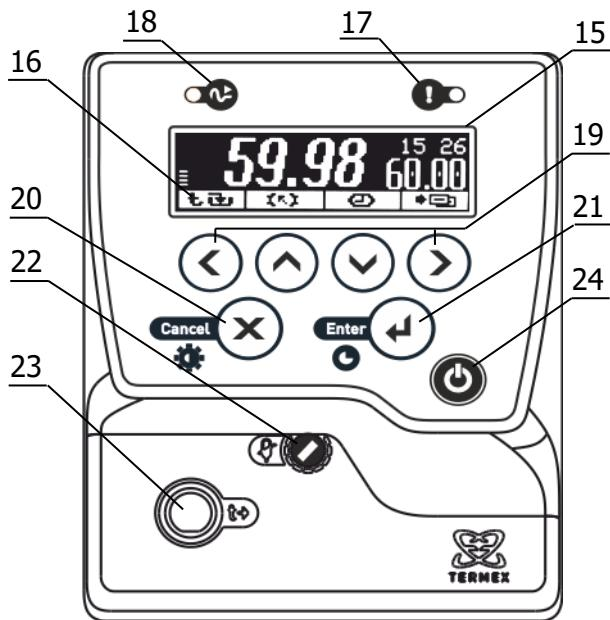

Рисунок 2 – Лицевая панель
Система безопасности блоков регулирования отключает двигатель насоса и нагреватель при срабатывании хотя бы одной из защит или неисправности датчика температуры (1.2.13). При срабатывании системы безопасности раздается звуковой сигнал, загорается индикатор 17 (рисунок 2) и на дисплей 15 выводится информация о причине неисправности.
2.3.1 После подключения сетевого кабеля к электрической сети блок регулирования переходит в режим ожидания. Подключение сопровождается кратковременной подсветкой дисплея 15 (рисунок 2).
2.3.6 Для регулировки яркости подсветки или контраста дисплея нажать кнопку 20 (X), выбрать изменяемый параметр кнопками (▲) и (▼) и установить его значение кнопками (◀) и (▶). Зафиксировать изменение нажатием кнопки 21 (↔) (рисунок 2).
2.7.6 Для выбора уставки в качестве текущей кнопками (▲) и (▼) подвести к ней указатель. Значение отмеченной указателем уставки дублируется крупными цифрами в правой части дисплея. Для подтверждения выбора отмеченной уставки нажать кнопку 21 (↔). Для отмены выбора нажать кнопку 20 (✗) (рисунок 2).
2.7.7 Для изменения численного значения отмеченной указателем уставки нажать кнопку (▶). На рамке, обрамляющей значение уставки в правой части дисплея, появятся «засечки», указывающие на изменяемую позицию в численном значении. Цифра в отмеченной позиции мигает. Нажатиями кнопок (▲) и (▼) установить требуемую цифру в отмеченной позиции. Если удерживать кнопку нажатой, значение уставки будет изменяться непрерывно. Нажатиями кнопок (◀) и (▶) переместить отметку изменяемой позиции. Дискретность изменения значения уставки зависит от положения изменяемой позиции: если отмечена позиция десятков, то при единичном нажатии кнопки (▲) или (▼) значение уставки изменится на 10 °C. Если отмечена позиция десятых долей, то значение уставки изменится на 0.1 °C соответственно. Закончить ввод нового значения уставки нажатием кнопки 21 (↔). Для возврата к значению уставки до ее изменения нажать кнопку 20 (✗) (рисунок 2).
2.8.3 При срабатывании защиты раздается звуковой сигнал и загорается красный индикатор срабатывания системы безопасности 17 (рисунок 2). Работа насоса и нагревателя будет блокирована. На дисплее отобразится текущее состояние системы защит.